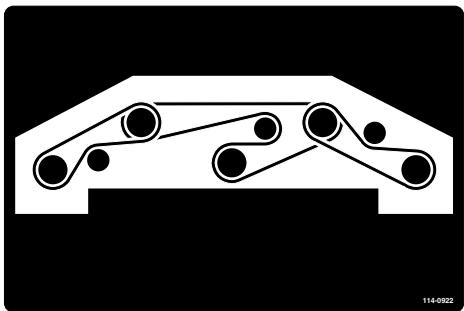

Figura 83
- Pase la correa nueva alrededor de las poleas libres y de la polea tensora (Figura 83).